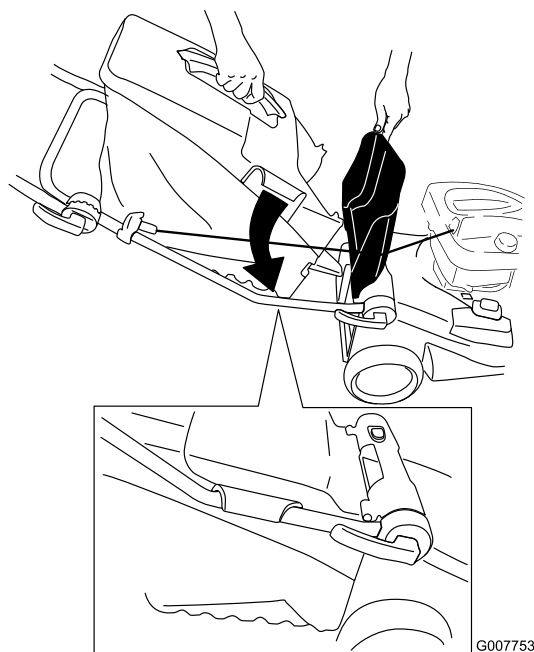

Figura 20
2. Mantenete sollevato lo sportello posteriore, montate il cesto di raccolta sulla manopola e abbassate lo sportello posteriore (Figura 20).